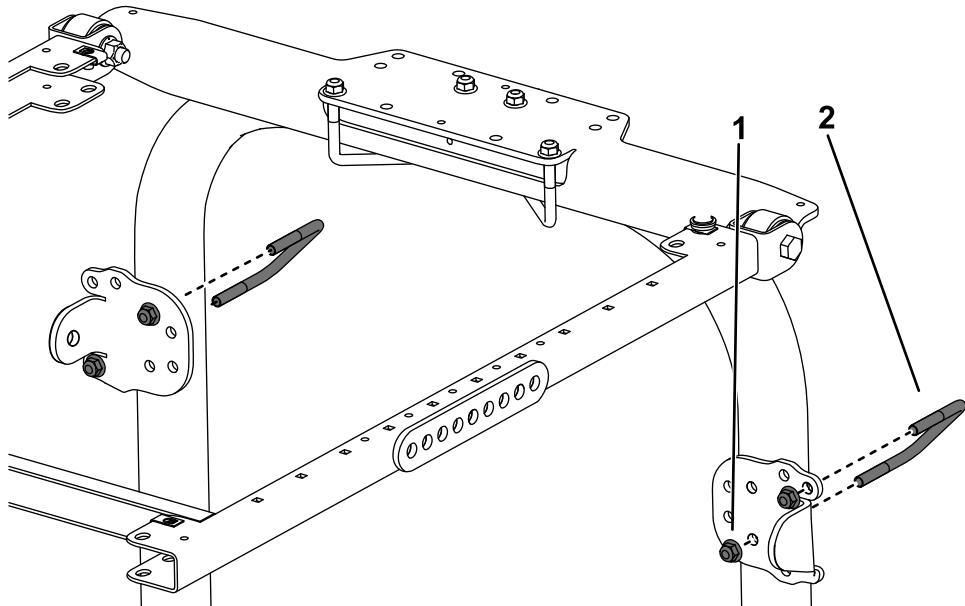

Figure 26
- 10. Utilisez les trous indiqués à la Figure 26 pour fixer légèrement chacun des supports de renfort aux montants de l'arceau de sécurité à l'aide d'un étrier fileté ($3\frac{1}{2}$ " x 2 $\frac{3}{4}$ ") et de 2 écrous à embase.